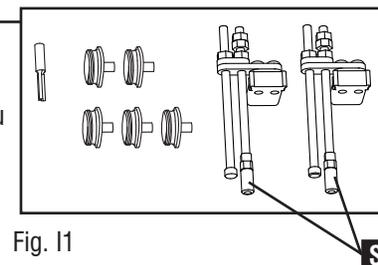

Fig. I1
Avec l'OMNIJIG®, il est possible de façonner des saillies de largeurs variées à l'aide d'un ensemble d'accessoires pour assemblage à queues droites doté du gabarit réglable à queues d'aronde (Fig. I1) ou du gabarit à queues d'aronde miniatures (Fig. I2). L'ensemble d'accessoires 77245 (Fig. I1) s'utilise avec les gabarits réglables de 40,6 cm [16 po] et de 60,9 cm [24 po] à queues d'aronde (55161 ou 77241). L'ensemble d'accessoires 55165 (Fig. I2) s'utilise avec les gabarits réglables de 40,6 cm [16 po] et de 60,9 cm [24 po] à queues d'aronde miniatures (55166 ou 77246).
REMARQUE : les ensembles d'accessoires pour assemblages à queues droites n° 55165 et 77245 comprennent chacun deux butées doubles décalées. Elles diffèrent des butées doubles utilisées pour d'autres applications en menuiserie comme la coupe d'assemblages à queues d'aronde traversantes et demi-cachées, tout en ayant cependant une fonction identique. Les butées doubles décalées du modèle 77245 comprennent une cale (S) fig. I1, à insérer devant ou derrière la butée selon l'épaisseur de la planche à découper. De plus amples renseignements à ce propos seront fournis ultérieurement dans le présent chapitre.